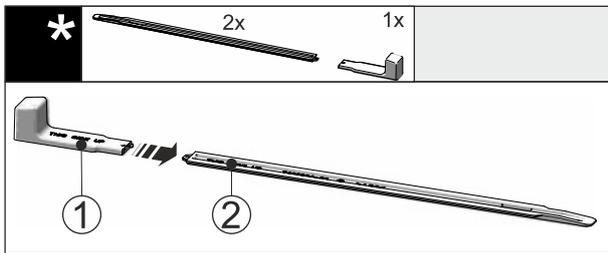

Fig. 44
▶ 将安装手柄 Fig. 44 (1) 插到水平导轨 Fig. 44 (2) 上。